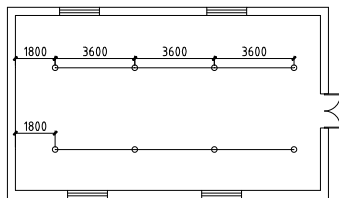

图 2-161 打开喷头素材
**01** 按 Ctrl+O 组合键，打开配套光盘提供的“第 2 章/2.4.12 喷头定位.dwg”素材文件，结果如图 2-161 所示。